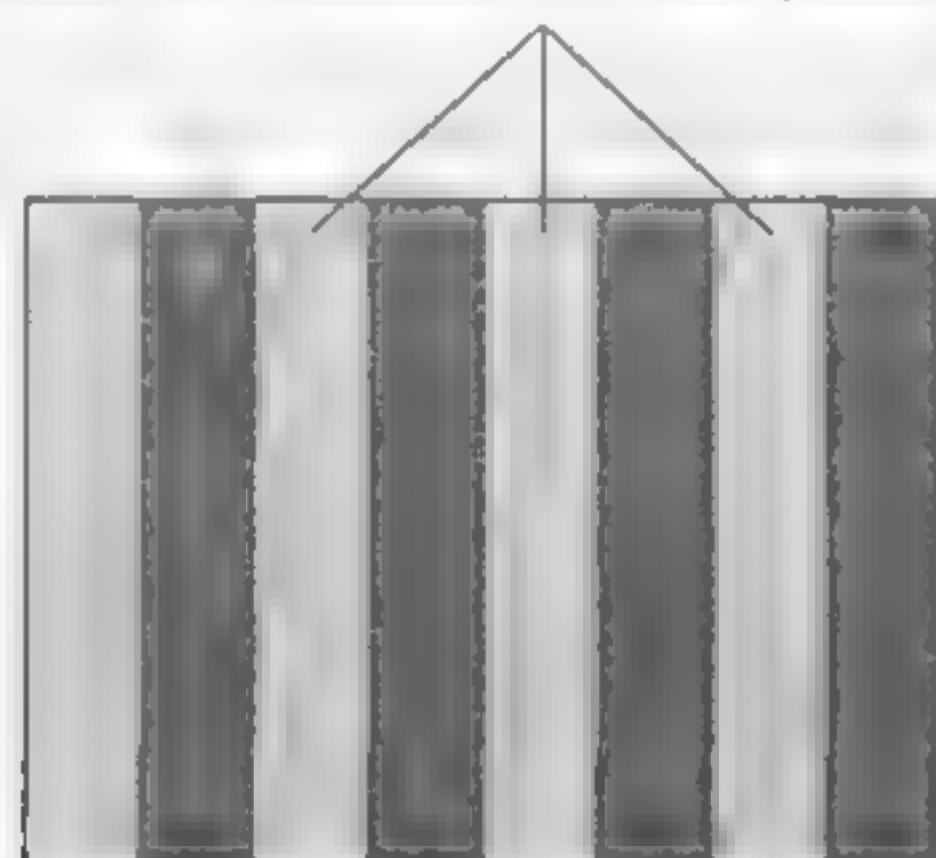

Рис. 16.2 Дисплей цветного монитора с цветными полосами, переключенный в режим «Blue only» — «Только синий»
- 3 Регулировка CHROMA — цветность, выберите положение BLUE ONLY — только СИНИЙ и настраивайте CHROMA так, чтобы каждая третья полоса «цветного матраца», начиная слева направо, имела одну и ту же яркость (рис. 16.2). Эту регулировку легче всего провести и оценить результат, если регулировка ЯРКОСТЬ уменьшена до минимума. Разблокируйте ТОЛЬКО СИНИЙ так, чтобы был показан полный «цветной матрац», и восстановите положение регулировки яркости.